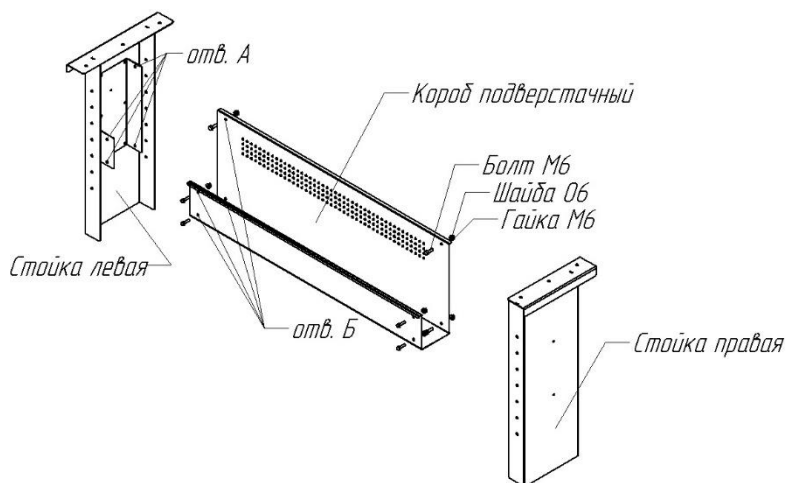

Рис.3
5.2.2 **Этап II.** Сборка каркаса (см. рис. 3).